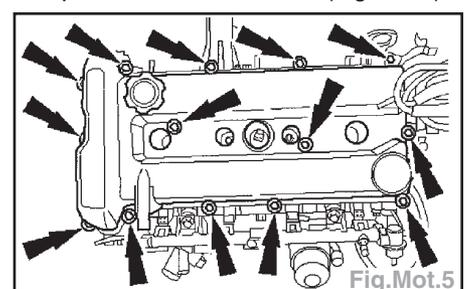

Fig.Mot.5
- Déposer le couvercle (Fig.Mot.5).